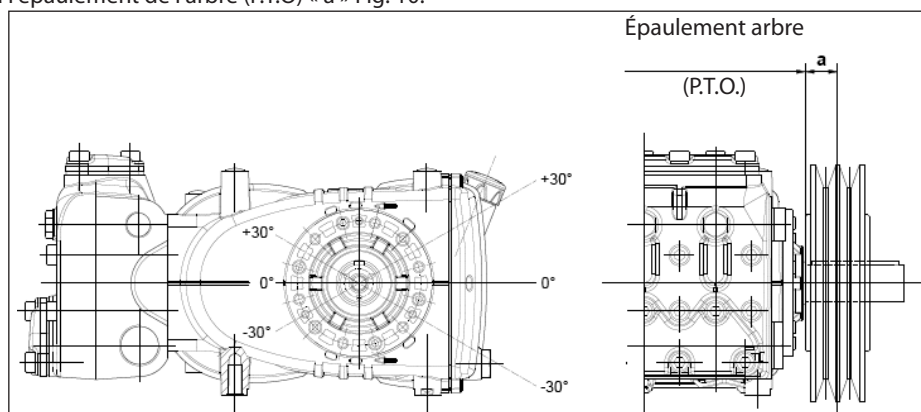

Fig. 10
La charge radiale sur l'arbre ne doit pas être supérieure à 3000 N (valeur nécessaire pour la définition du plan). La transmission est considérée appropriée si une telle charge est appliquée à une distance maximum de $a=30$ mm de l'épaule de l'arbre (P.T.O) comme l'indique la Fig. 10.
- b) Utiliser des courroies à haut rendement - par exemple **XPB** au lieu de **SPB** - car il sera nécessaire d'avoir une quantité inférieure de courroies égales à la puissance transmise et par conséquent une distance inférieure de la résultante par rapport à l'épaulement de l'arbre (P.T.O.) « a » Fig. 10.
- e) Contrôler la direction de la tension de la courroie comme l'indique la Fig. 10 : pour d'autres nécessités, contacter le **Bureau Technique** ou le **Service d'Assistance Clients**.